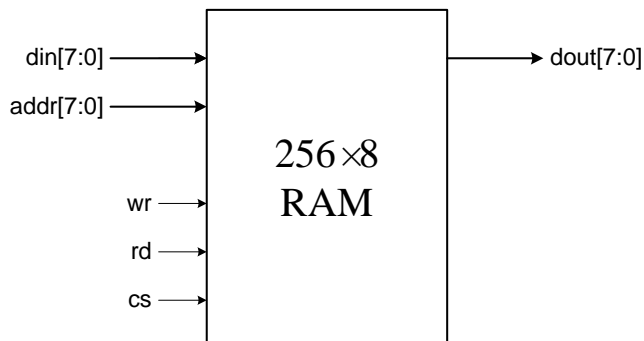

图 8、 $256 \times 8\text{bits}$  的 SRAM 框图
**2.14**、图 8 是一个  $256 \times 8\text{bits}$  的 SRAM 的框图， $\text{din}[7:0]$  是 8 条数据输入线， $\text{dout}[7:0]$  是 8 条数据输出线。 $\text{wr}$  为写控制线， $\text{rd}$  为读控制线， $\text{cs}$  为片选控制线。其工作方式为：